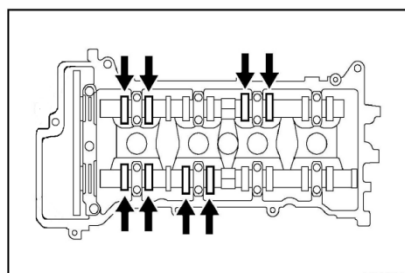

Рисунок II-27 Измерение теплового зазора клапанов
1. Замерьте зазор между стаканом клапана и распределительным валом при помощи щупа. (см. Рисунок II-27 Измерение теплового зазора клапанов)